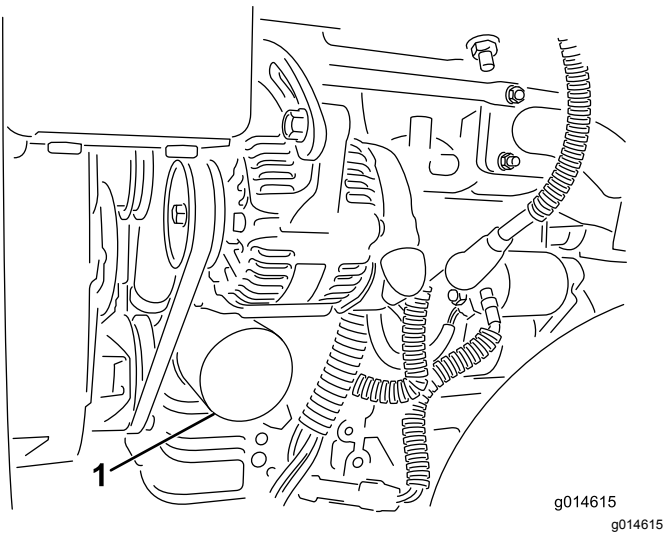

Figura 43
2. Retire o filtro do óleo (**Figura 43**). Aplique uma leve camada de óleo limpo na gaxeta do novo filtro.